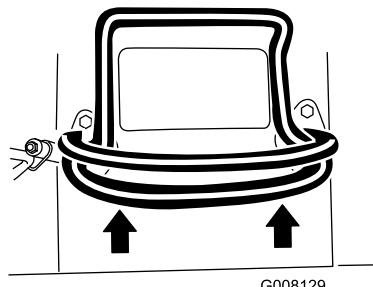

Figura 9
- Para desplazarse hacia adelante, mueva el control de tracción hacia adelante (Figura 9).